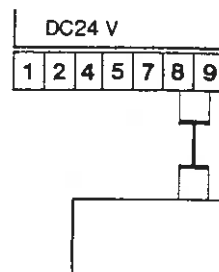

Fig 23
- tilslutning til klemme 8 og 9 jvf. fig 23